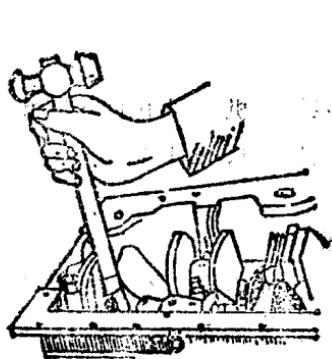

图1-1-5 活塞连杆组的拆下
(1) 放出油底壳中的全部机油。
(2) 转动发动机，使气门室盖朝上。
(3) 拆下油底壳螺栓，取下油底壳。
(4) 转动曲轴，使活塞处于下止点位置，依次拆下各缸连杆轴承盖紧固螺母，取下连杆轴承盖、衬垫和轴承，并按顺序放好。
(5) 如图1-1-5所示，用手锤木柄推出活塞连杆组，而后将各连杆组的连杆轴承盖、衬垫、螺栓或螺母按原样装回。